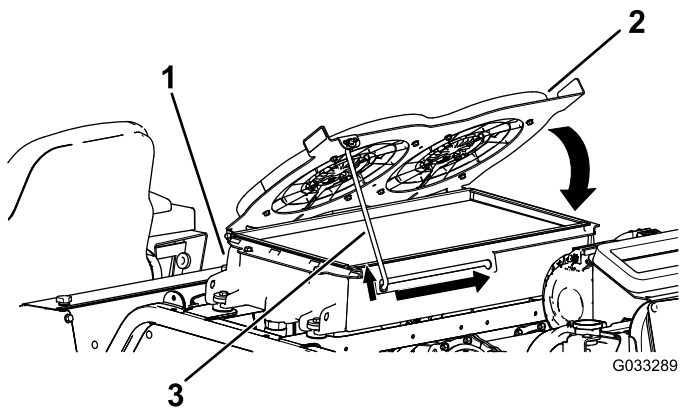

Рисунок 122
4. Поверните вентиляторы охлаждения гидравлической жидкости вниз и зафиксируйте опорную стойку в выемке (Рисунок 122).